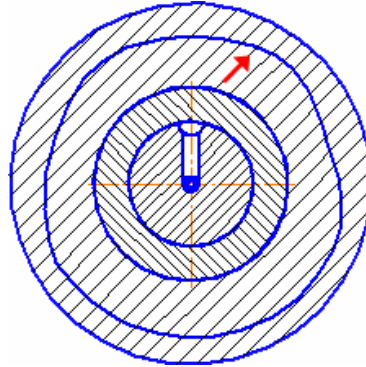

Рисунок 15.
- Нажмите кнопку Создать объект  (рис.15).